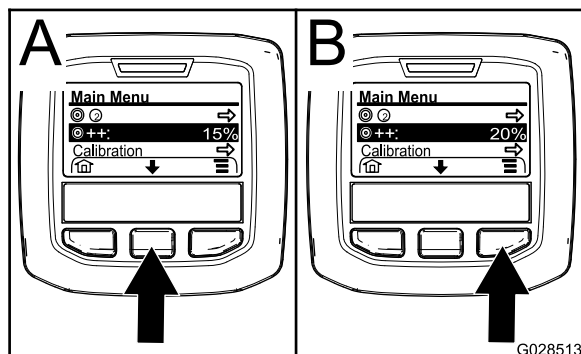

Figura 68
- Se necessário, carregue no botão de seleção central para realçar o aumento da taxa de aplicação (Figura 68).
Nota: O ícone do aumento da taxa de aplicação parece dois sinais (+) à direita de um alvo (Figura 68).
- Carregue no botão de seleção direito (Figura 68) para aumentar a percentagem de aumento em incrementos de 5% (máximo 20%).